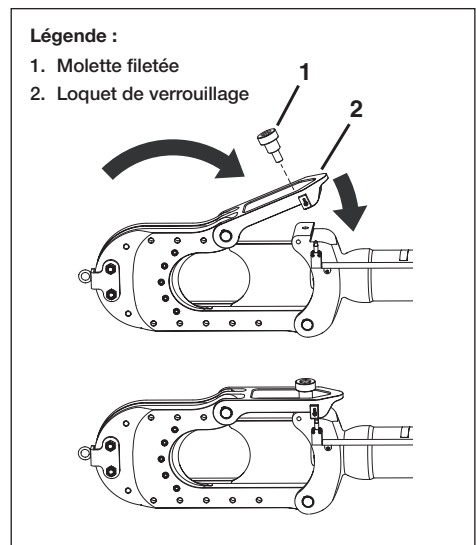

Figure 5, Fermeture de la tête de coupe
**Fermeture de la tête de coupe :** faites pivoter la tête de coupe vers le corps de la cisaille. Puis, appuyez sur le loquet de verrouillage (Figure 5, élément 2), placez la molette fileté (Figure 5, élément 1) pour verrouiller la tête de coupe, comme illustré en Figure 5.